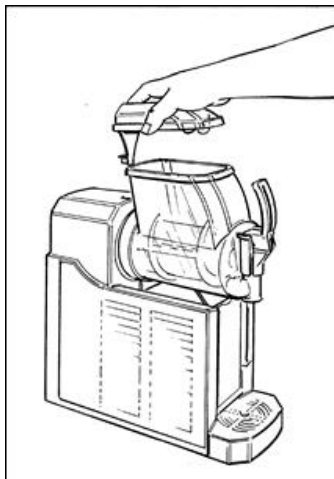

Fig. 1
- Rimuovere il coperchio (Fig. 1).